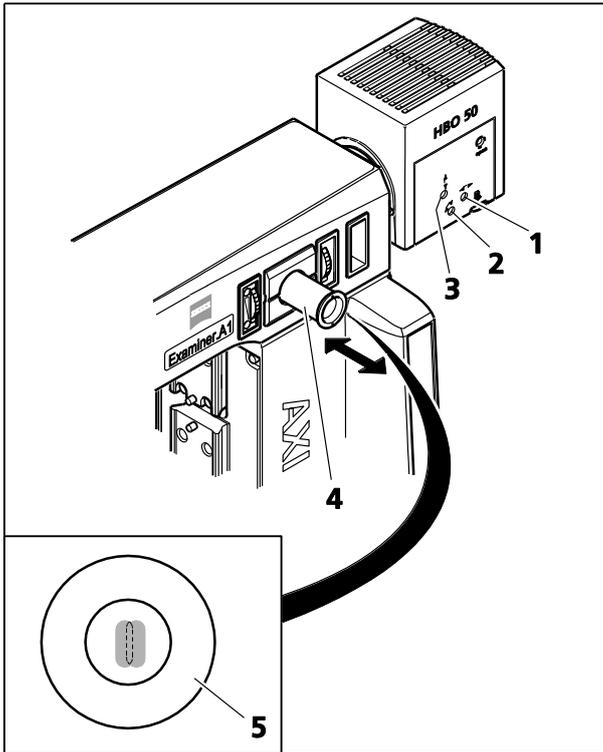

图 3-24 调整 HBO 50
- 拔出调节工具（图 3-24/4）。调节工具的观测窗（图 3-24/5）显示燃烧器的电弧（较亮）及其镜像（较暗）。
- 转动调节螺钉（图 3-24/1），将燃烧器轴向投射到镜子上，确保调节工具观测窗中的两条电弧大小相同（见图 3-24/5）。
- 转动调节螺钉以进行高度调整（图 3-24/3）或横向调整（图 3-24/2），使电弧和镜像平行位于观测窗（图 3-24/5）调节圆中的居中位置。电弧和镜像不应相互重叠。
- 转动调节螺钉（图 3-24/1），将燃烧器轴向投射到镜子上，确保两条电弧的大小相同（见图 3-24/5）。